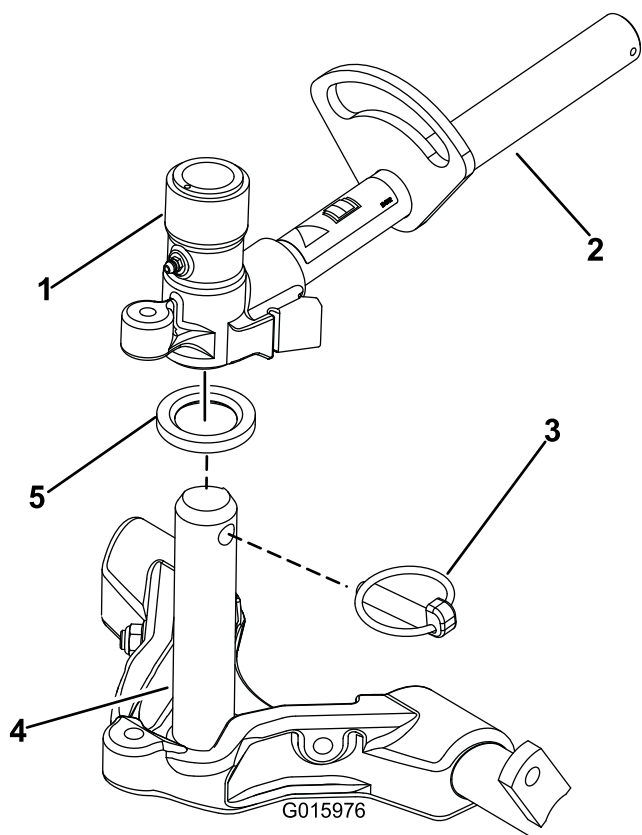

图 16
9. 在承载架轴上涂抹干净的润滑脂图 16。
10. 对于前滚刀组在将承载架轴向上插入提升臂轴枢的同时把滚刀组滑到提升臂下方图 16。确保将止推垫圈放在承载架轴上。
11. 使用保险销将承载架轴固定到提升臂枢图 16。
- B. 将提升臂枢插入承载架轴的上方 (图 16)。